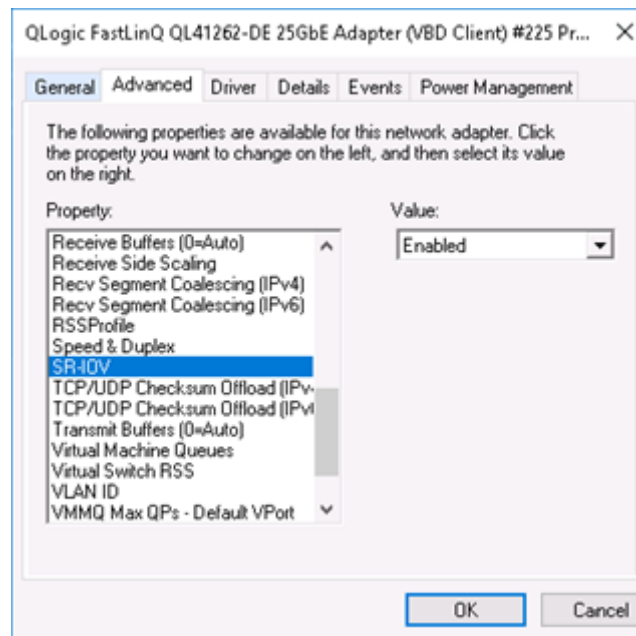

Ilustración 12-3. Propiedades del adaptador, Advanced (Avanzado): Activar SR-IOV
- c. En la página Advanced Properties (Propiedades avanzadas) (Ilustración 12-3) en **Property** (Propiedad), seleccione **SR-IOV** y después establezca el valor en **Enabled** (Activado).